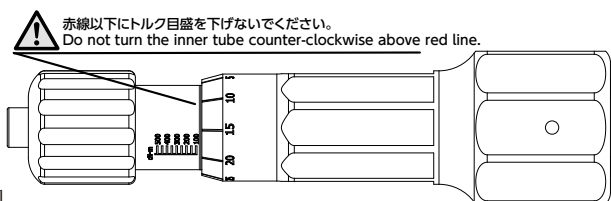

図 1 Fig.1
- RTDZ の目盛は目盛線の赤線より下げないで下さい。(図 1)